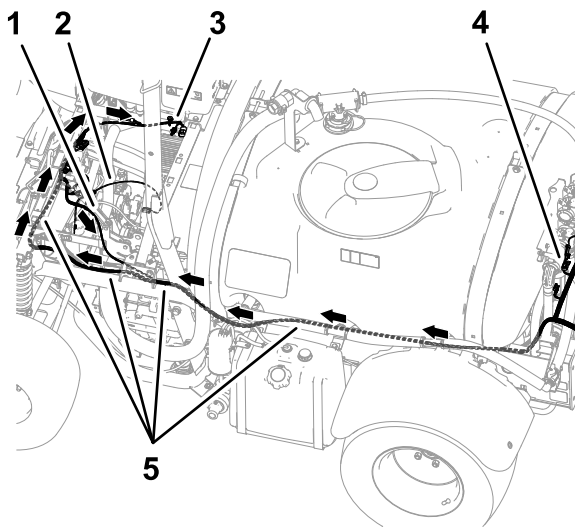
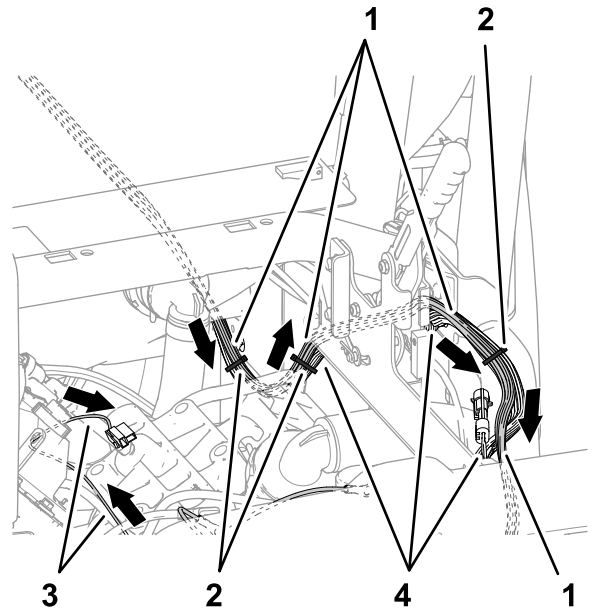
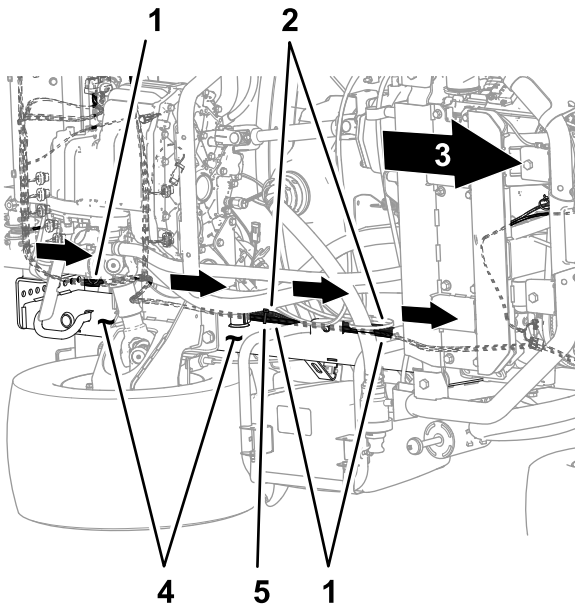
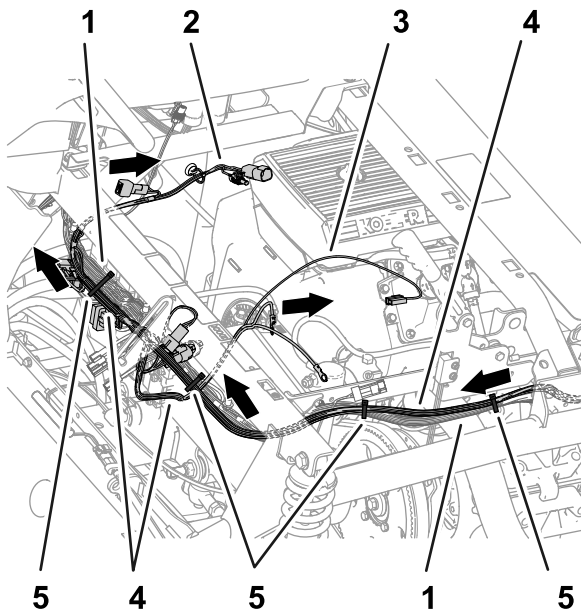

Figura 81
Figura 83
Figura 82
Figura 84
3. Encaminhe a secção da cablagem com 84 cm, a secção com 60 cm e a secção com 66 cm da cablagem do kit para a frente da máquina ao longo do canal da estrutura esquerda (Figura 81 e Figura 82).
4. Encaminhe a secção da cablagem com 84 cm, a secção com 60 cm e a secção com 66 cm da cablagem do kit ao longo da cablagem da máquina, no exterior do conjunto do travão de estacionamento (**Figura 83**).
5. Encaminhe a secção da cablagem com 84 cm, a secção com 60 cm e a secção com 66 cm da cablagem do kit através do tubo de suporte do para-choques, como se mostra na **Figura 84**.
6. Prenda a cablagem do kit à cablagem da máquina como se mostra na Figura 82, Figura 83 e Figura 84.